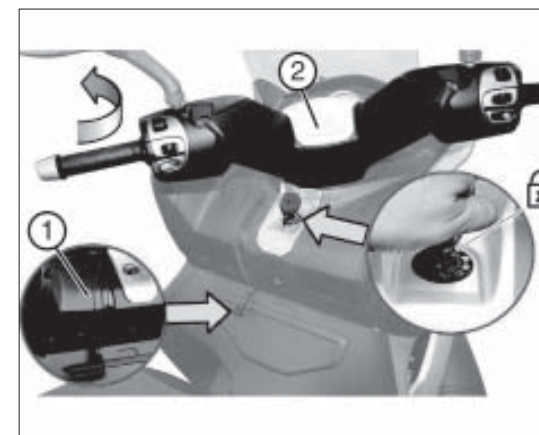

fig. 8
- con manubrio in posizione dritta, spostare la leva di parcheggio 1 fig. 8 verso il basso;
- ruotare il manubrio 2 fig. 8 verso sinistra;
**La leva 1 fig. 8 rimane in posizione bloccata fino allo sblocco del bloccasterzo e successivo raddrizzamento del manubrio.**